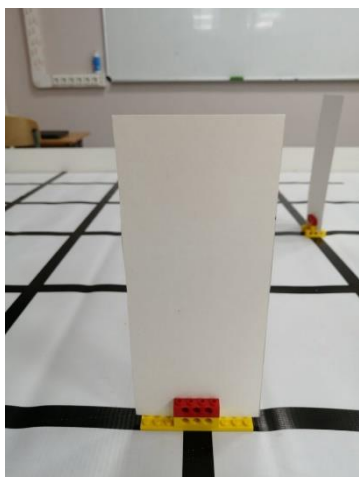

Рисунок 3
1. Балка с шипами 1x4 – 6 шт. (смотрите рис. 3).